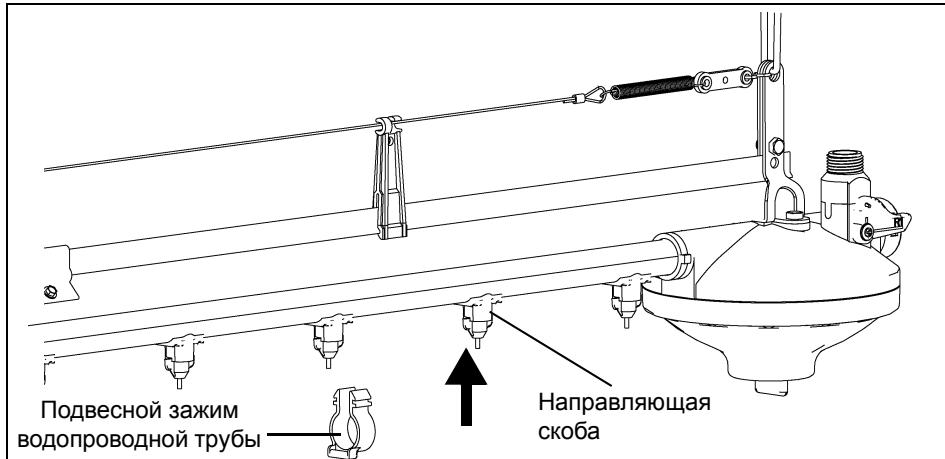

Рисунок 7F
3. Закрепите водопроводную трубу на рельсе, поместив подвесной зажим водопроводной трубы под водопроводную трубу и защелкнув его на рельсе. Рельс должен входить в первый паз от верхней части. См. Рисунок 7F.
- Чтобы правильно центрировать систему, как минимум два (2) подвесных зажима водопроводной трубы должны фиксироваться в направляющих скобах. Желательно рядом с концами секций водопроводной трубы.
- На каждые десять футов (10') водопроводной трубы требуется шесть (6) подвесных зажимов. Размещайте зажимы как можно более равномерно.